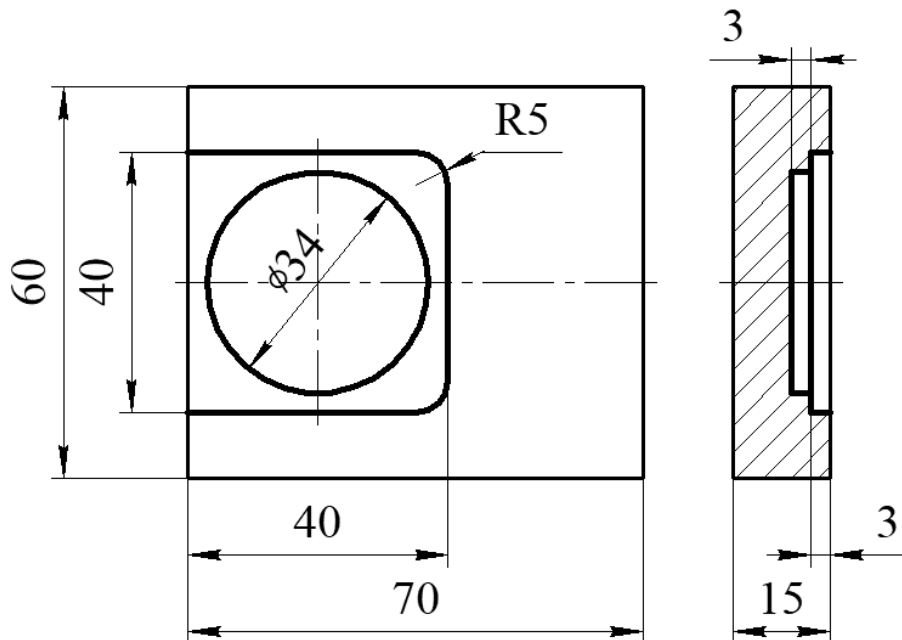

Рисунок 2.6 – Эскиз обрабатываемой детали
- 1 Эскиз детали (рисунок 2.6).